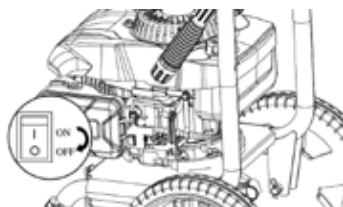

Fig. 13
**Fermare la macchina (vedi Fig. 13)**